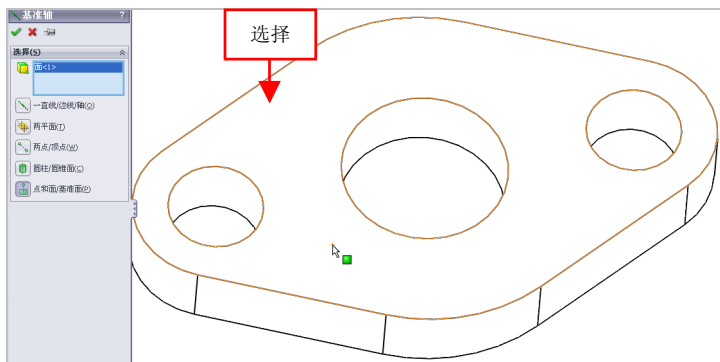

图 4-30 选择最上方的面
(2) 在【特征】选项卡中，单击【参考几何体】右侧的下拉按钮，在弹出的下拉列表中，单击【基准轴】按钮，弹出【基准轴】属性管理器，单击【点和面/基准面】按钮，选择最上方的面对象，如图 4-30 所示。